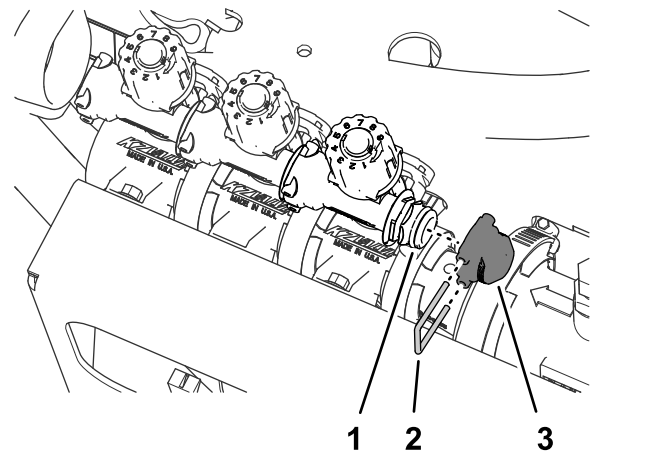

Figura 65
3. Retire la horquilla de retención que sujeta el tapón al acoplamiento rápido de la válvula de desvío, y retire el tapón (Figura 65).